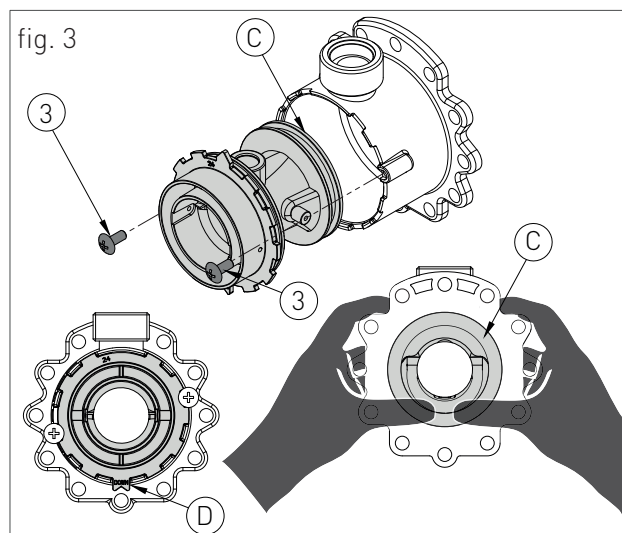

fig. 3
- > svitare le due viti '3' (fig.3) e fare pressione sul lato posteriore del corpo venturi 'C' (fig.3);
- > sostituire il corpo venturi con quello adatto al tipo di gas di rete (cod. 30-00225 per metano / cod. 30-00226 per GPL) e assicurarsi che l'orientamento del dente 'D' (fig.3) sia verso il basso sulla ghiera in alluminio (vedi fig.3);